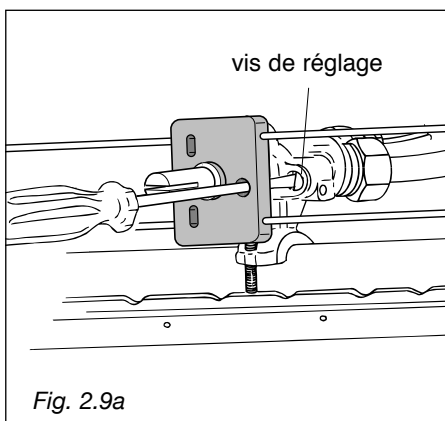

Fig. 2.9a
- En vous servant d'un tournevis fin, tournez la vis de réglage jusqu'à ce que le réglage soit correct (Fig. 2.9a ou 2.9b). Pour certains robinets, vous devez passer par le trou du microcontact (Fig. 2.9a) pour tourner la vis de réglage.